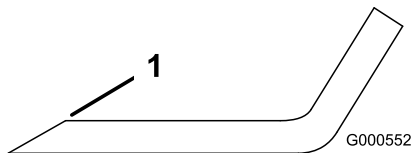

Figure 58
1. Au moyen d'une lime, aiguisiez les tranchants aux deux extrémités de la lame (Figure 58).
Remarque: Si la lame est déséquilibrée, limez un peu l'extrémité de l'ailette seulement (Figure 58).